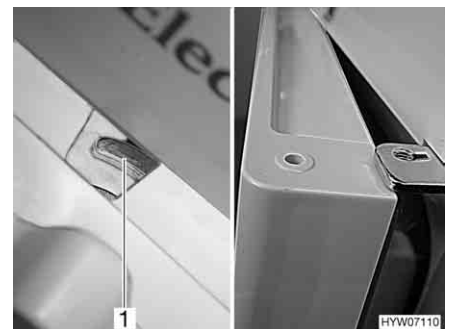

Fig. 172 Porte du réfrigérateur en position de ventilation (Dometic Série 7)
- Pousser le dispositif de verrouillage complètement vers la droite. La porte du réfrigérateur est fixée à l'aide de l'arrêt de porte (Fig. 172,1). La porte du réfrigérateur reste ainsi légèrement ouverte (Fig. 172).